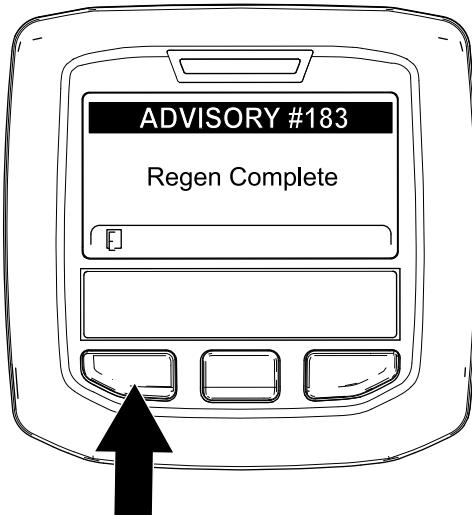

Рисунок 33
- Когда компьютер двигателя завершает процесс стационарной или восстановительной регенерации, на дисплее инфо-центра появляется ИНФОРМАЦИОННОЕ СООБЩЕНИЕ № 183 (Рисунок 33). Для перехода на главный экран нажмите левую кнопку.